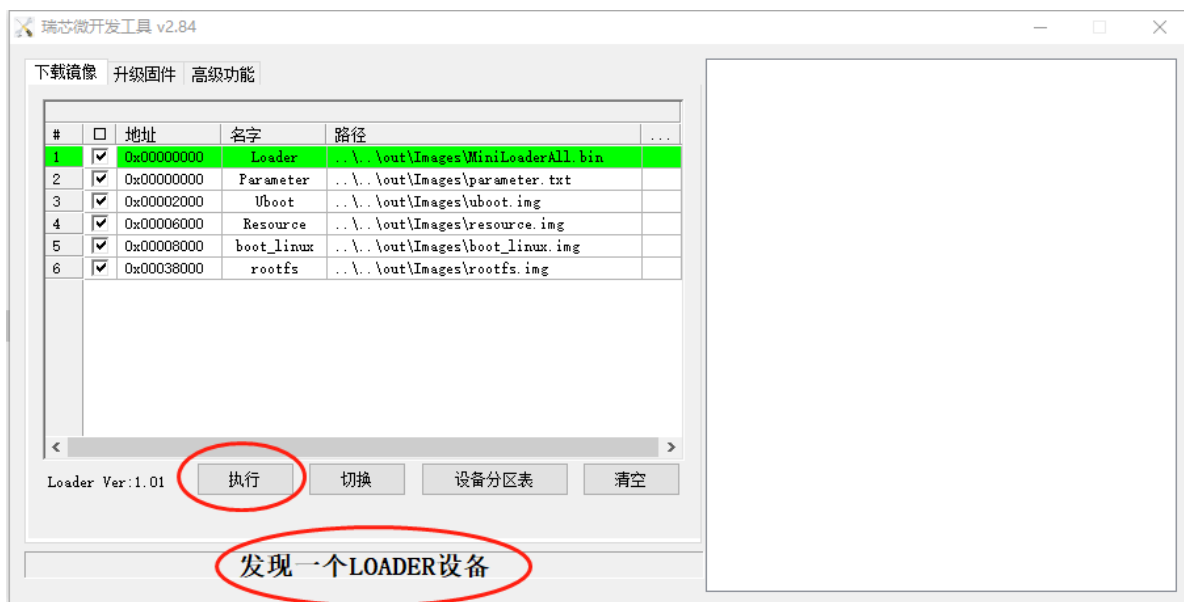

图1-2：发现一个LOADER设备
- 发现一个LOADER设备（如图1-2所示）：表示开发板进入loader烧写模式。